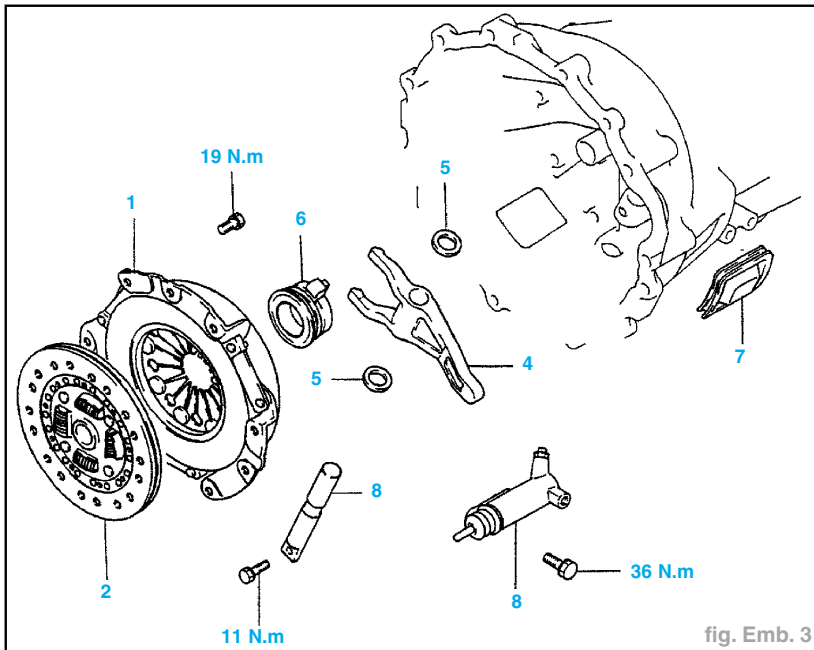

fig. Emb. 3
- Procéder à la dépose dans l'ordre suivant (fig. Emb. 3) :